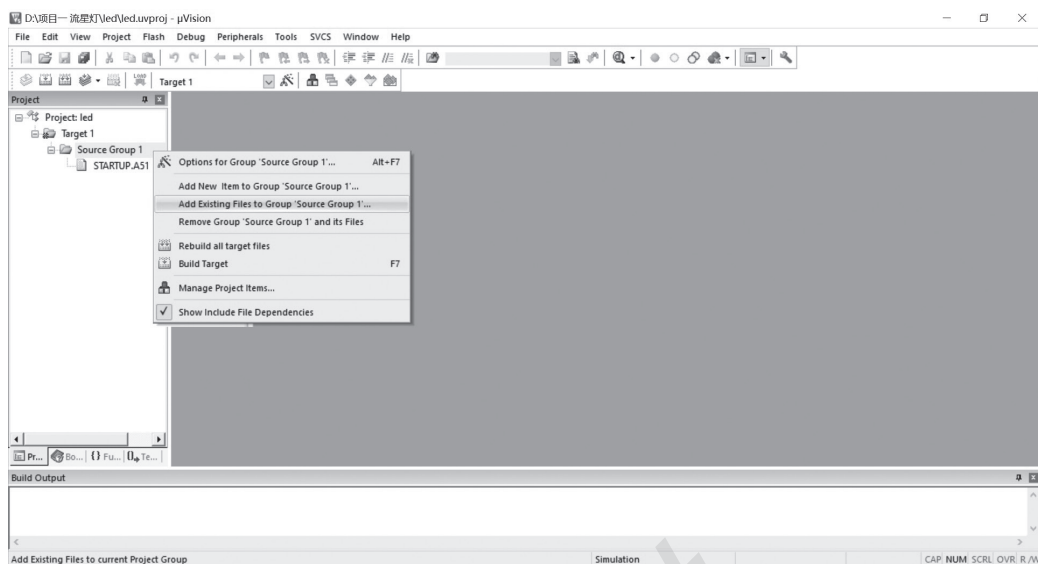

图 1-1-19 准备添加源程序文件到工程中
(6) 第六步: 添加源程序文件到工程中。现在, 一个空的源程序文件“led.c”已经建立, 但是这个文件与刚才新建的工程之间并没有什么内在联系, 我们需要把它添加到工程中去。单击 Keil C51 软件左边项目工作窗口“Target 1”上的“+”, 将其展开。然后右键单击“Source Group 1”文件夹, 弹出如图 1-1-19 所示的选择菜单。单击其中的“Add